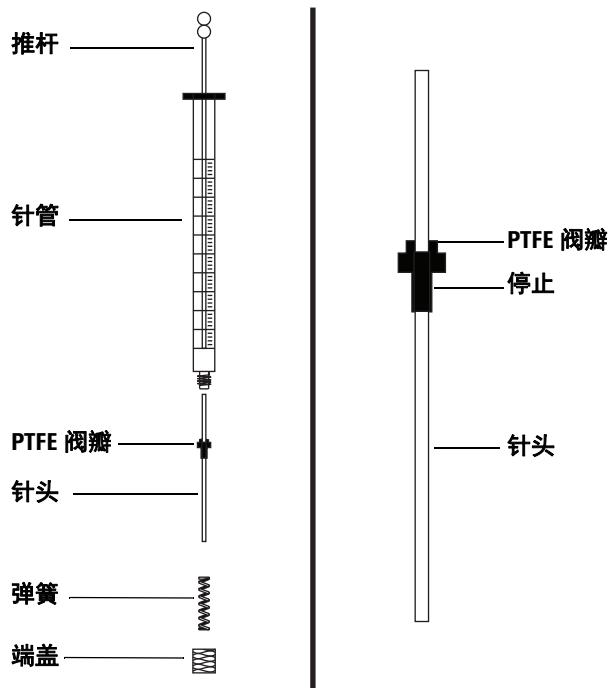

图 48 进样针部件
要将针头插入进样针针管 (图 48)，请执行以下操作：
- 2 确保针头具有 PTFE 阀瓣 (图 48)。如果进样针针管没有 PTFE 阀瓣，则亲自按照进样针盒中的说明将针头包起来。